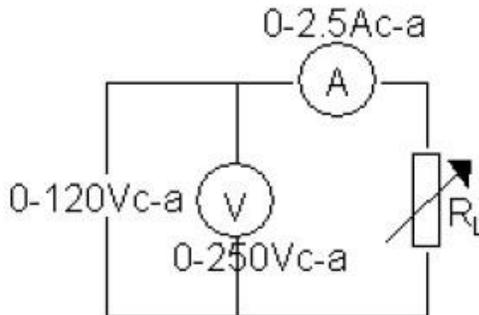

Figura 3.3
10. Conecte el circuito de la figura 3.3. Coloque los interruptores de resistencia en tal forma que los valores sean 57 y 100 ohm.